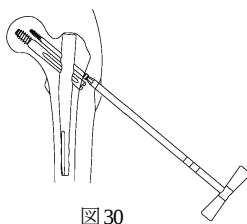

図30
- 3) ディスタルススクリュー用T レンチを用いて、エクストラスクリューを抜去します。(図30)